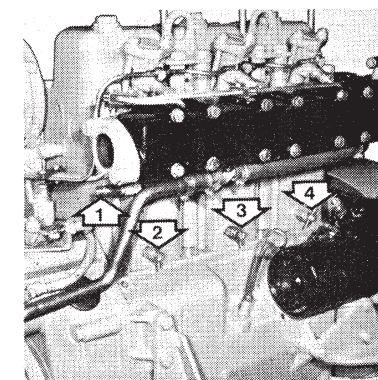

Figure 26. Robinets de vidange d'eau
- a. Videz toute l'eau de refroidissement du moteur et de la tubulure d'échappement en ouvrant tous les robinets de vidange (sur le côté tribord), un pour chaque cylindre et un sur la tubulure d'échappement, figure 26. Fermer ensuite tous les robinets de vidange. En cas de montage d'un inverseur-réducteur MS, le réducteur aussi doit être vidé de l'eau, à travers le bouchon de fond.
- f. Videz toute l'eau de refroidissement du moteur en ouvrant tous les robinets indiqués sur la figure 26. **Notez que ce mélange d'huile antirouille n'assure aucune protection du moteur contre les risques de gel.**